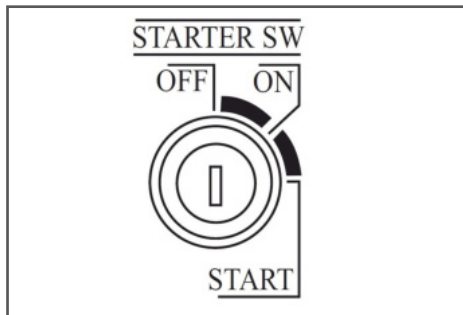

Рис. 17 Замок зажигания
- Вставьте ключ зажигания в замок зажигания и переведите ключ зажигания в положение «ON» (Включено) (Рис. 17).